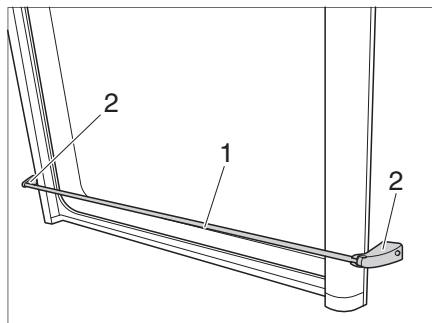

Fig. 89 Barra anticaídas
- Sujetar la barra anticaída (Fig. 89,1) cerca de los dos soportes (Fig. 89,2) y tire de ella hacia delante.
- Enganchar la barra de detención de caídas (Fig. 89,1) en los dos soportes (Fig. 89,2).